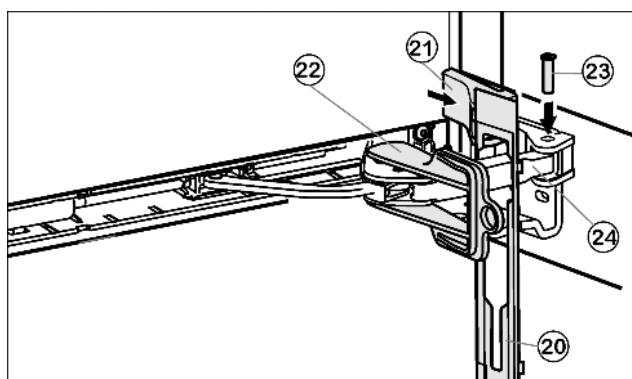

Fig. 14
- ▶ Навесьте накладку Fig. 14 (20) на амортизационную скобу таким образом, чтобы передние защелки показывали вперёд, а передняя сторона была направлена к устройству.
- ▶ Притяните амортизационную скобу Fig. 14 (24) к опорной детали и сверху вставьте палец Fig. 14 (23) таким образом, чтобы квадратная головка сидела в углублении.
- ▶ Установите и защелкните крышку Fig. 14 (21).
- ▶ Выкрутите фиксатор Fig. 14 (22).
- ▶ Защелкните накладку Fig. 14 (20) на дверце.